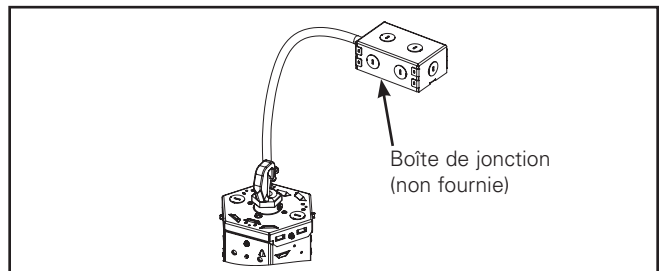

Figure 9.
3. Boîte de jonction (non fournie) (Figure 9).